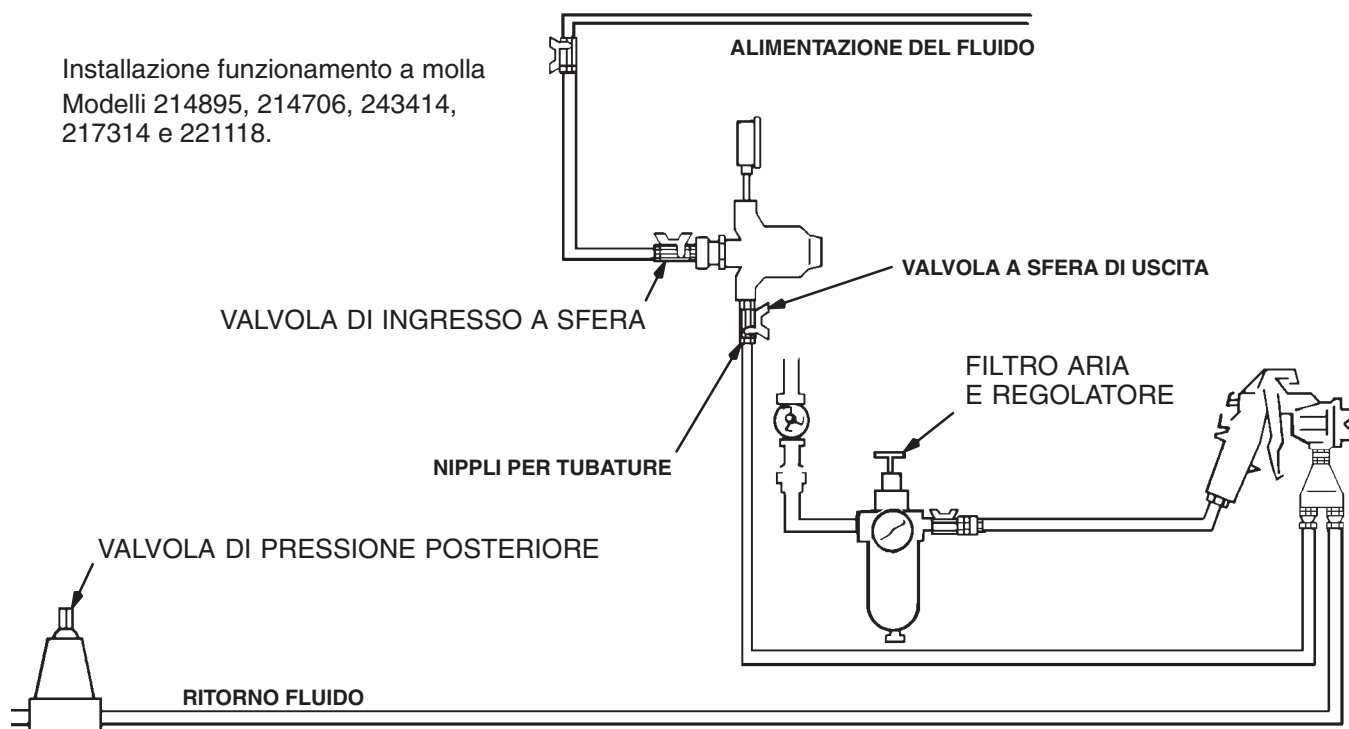

Fig. 1
1. Rimuovere le tubature temporanee ed installare un regolatore per ogni pistola a spruzzo. Vedere lo **Schema delle dimensioni** a pagina 19, per le dimensioni del regolatore. Montare il regolatore in posizione verticale come indicato nelle figure 1 e 2, per ottenere il miglior flusso ed il minimo deposito di pigmento. Il manometro, se usato, deve essere montato verticalmente. Se il regolatore viene montato orizzontalmente, è necessario utilizzare un supporto a gomito in modo da sistemare il manometro verticalmente.
2. Chiudere la valvola a sfera di entrata del regolatore di fluido. Fare riferimento alle figure 1 e 2.